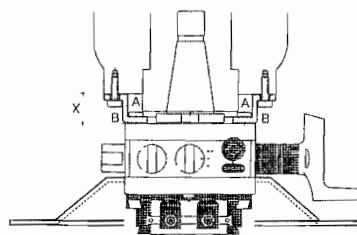

fig. 5
5.2. Mounting a "sensitive" head on machines with tapped holes Fig. 5
5.2. Montage d'une tête "sensitive" sur machines avec trous taraudés Fig. 5
5.2. Montage eines "sensitive" Kopfes auf Maschinen mit Gewindebohrungen Abb. 5
5.2. Montaje de un cabezal "sensitive" sobre máquinas con agujeros roscados Fig. 5
5.2. Montaggio di una "sensitive" su macchine con fori filettanti Fig. 5